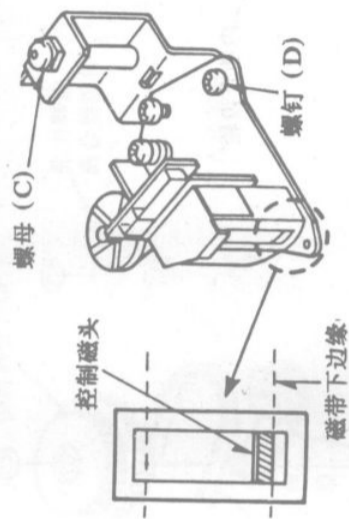
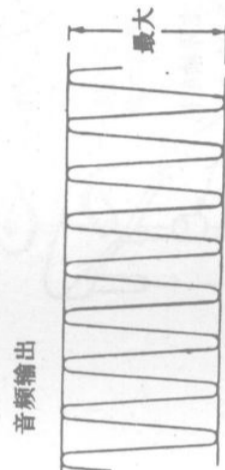

图 68
图 69
②如果不是, 则轻轻转动音 / 控磁头背部的螺母(C), 如图 68 所示, 使磁带沿着控制磁头下边缘运行(顺时针转动螺母(C)为降低磁头, 逆时针转动螺母(C)为
②重放校正用磁带的第二部分(6kHz音频信号部);
③调整螺钉(D), 如图 68 所示, 使输出电平为最大, 如图 69 所示。